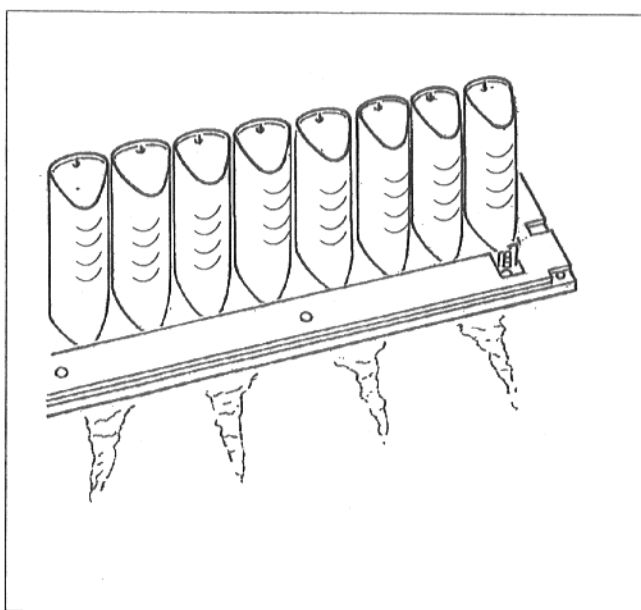

Fig. 16b
- Se va întoarce arzătorul și se va așeza cu deschizătura barelor de ardere în jos astfel încât să se poată scurge apa (Fig. 16b).